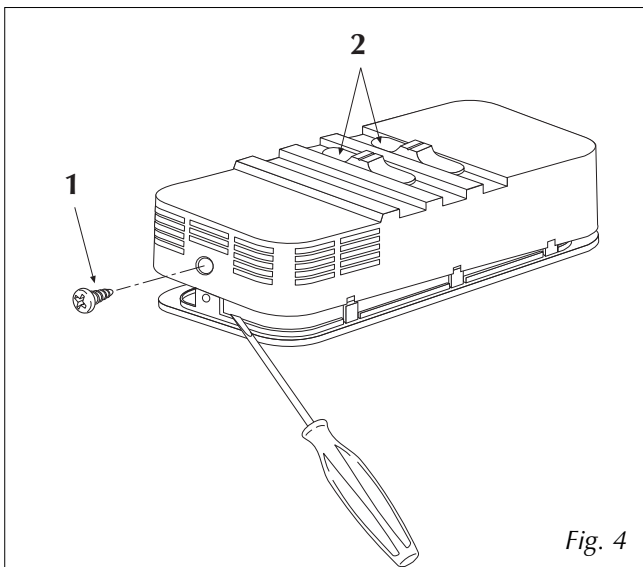

Fig. 4
- allentare la vite di fissaggio (1 fig 4) ed estrarre l'involucro di copertura e le leve di commutazione (2);
- desserrer les vis de fixation (1 fig. 4) et retirer la carrosserie et les leviers de commutation (2);
- loosen the screw (1 fig 4), remove the cover and the switching levers (2);
- die Befestigungsschraube (1 Abb. 4) lockern, das Gehäuse und die Umschalthebel (2) abnehmen;